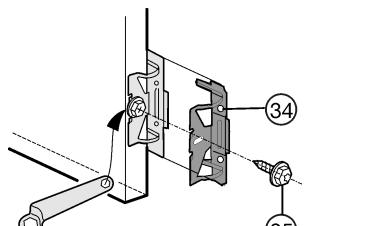

Fig. 9
- Alle Befestigungswinkel Fig. 9 (34) mit Sechs-kantschraube Fig. 9 (35) auf die vorgebohrten Löcher der Gerätetür schrauben.
- ein 3. Paar Befestigungswinkel Fig. 9 (34) montieren.